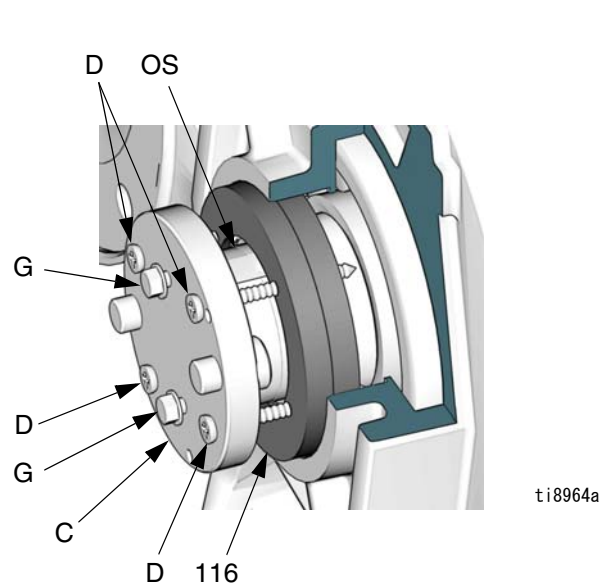

図 27. 出力シャフトシールの取り外し
7. 入力シャフトのキー溝の上にテープを貼り、新しいシールへの損傷を防ぎます。入力シャフトの空洞に部品番号 107411 グリースを詰め込みます。入力シール (109) を、シールがギア減速機ハウジングの段部に接するまで、穴の縁を内部に向けて取り付けます。テープを外します。
8. 油抜きプラグ (118) にガスケットに含まれていることを確認し、ギア減速機内にプラグをねじ込みます。25 インチ-ポンド (34 N·m) のトルクを与えます。
10. 2 個の出力シール (116) を以下のように取り外します。
- a. 図 27 を参照してください。ツール (C) を出力シャフト (OS) の上に置きます。ツールを 90° 回転させます。2 本の 13mm (0.5 インチ) ネジ (G) を取り付け、固く締め、ツールを所定の場所にロックします。
- b. タッピングネジ (D) 用の穴をテンプレートとして使用して、シール (116) に直径 1/8 インチ (3 mm) (最大) のパイロット穴をドリルで開けます。板金ネジ (D) をツールを通してシール (116) 内に取り付けます。
- c. ネジ (D) を均等に締め付けて、両方のシールを引き出します。